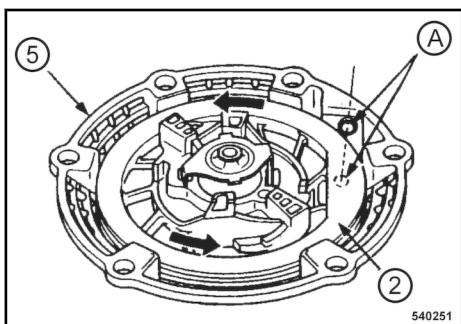

Fig. 74
Dar 5 voltas à bobina (2) ↪ Fig. 74 antes da montagem do cabo no sentido contrário ao dos ponteiros do relógio e alinhar os orifícios do cabo em função da bobina e da carcaça (5) (A).